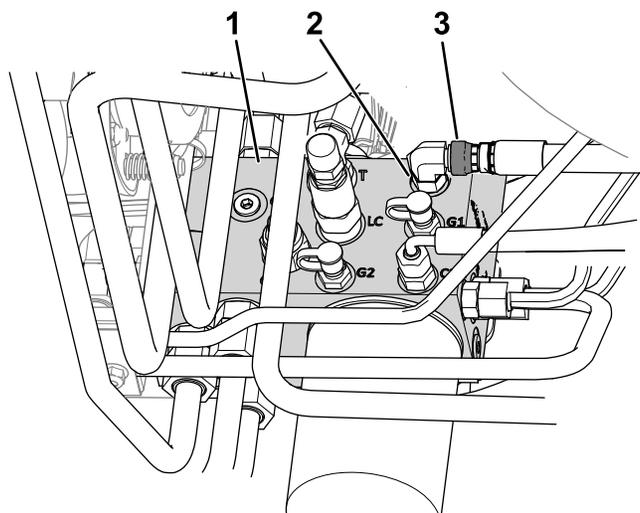

図 10
- B. 油圧マニホールドのポート C1 に接続されているホースのスイベルナットをゆるめる図 10。